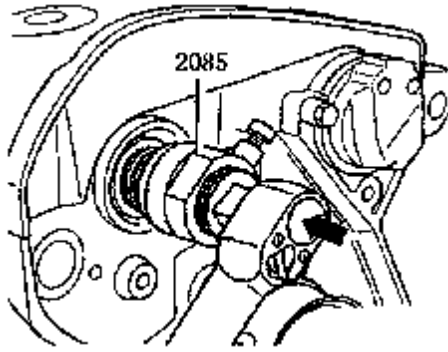

图 4-87 拧入油封
- ④将油封拆卸器 2085 的内部件拧松两圈，使之伸出外部件约 3mm，然后用滚花螺钉锁止，螺纹头应安放到位，用力尽可能将其拧入油封，如图 4-87 所示。松开滚花螺钉，转动内部件，顶住凸轮轴，直至拆下油封。